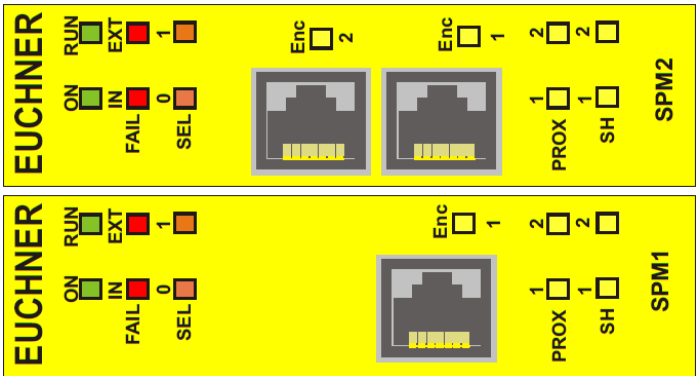

Bild 29:
8.3.14. Module SPM0 – SPM1 – SPM2 (Bild 29)